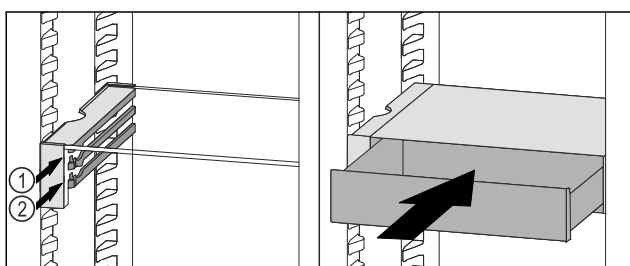

Fig. 86
- 将 VarioSafe 抽屉放置在所需肋梁 Fig. 86 (1) 或 Fig. 86 (2) 上的止动器后面。